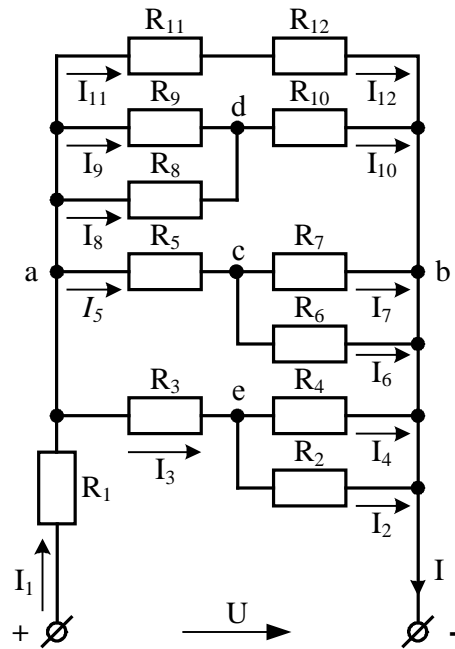

Рис.1
- 1.1. В исходной схеме (рис.1) участки с сопротивлениями  $R_2$  и  $R_4$ ,  $R_6$  и  $R_7$ ,  $R_8$  и  $R_9$ , соединены параллельно, а сопротивления  $R_{11}$  и  $R_{12}$  соединены последовательно. Определим их эквивалентные сопротивления и преобразуем схему (Рис.2).